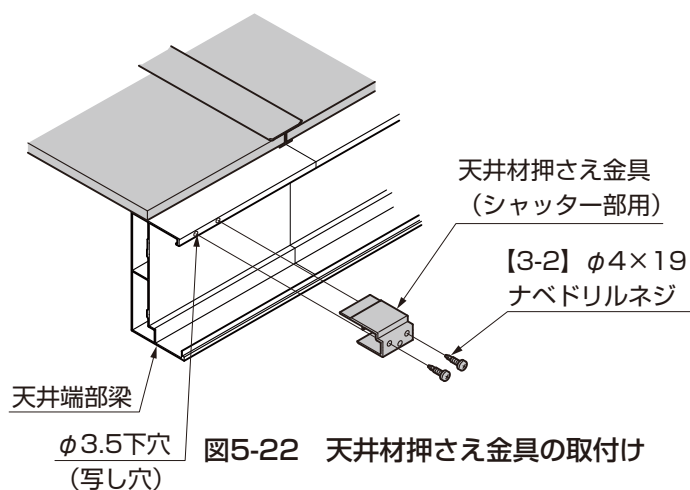

図5-22 天井材押さえ金具の取付け
⑦天井端部梁にφ3.5の下穴（写し穴）をあけてください。（図5-22参照）
⑧天井材押さえ金具（シャッター部用）を天井端部梁に、天井面材をはさみこむように【3-2】で取付けてください。（図5-22参照）